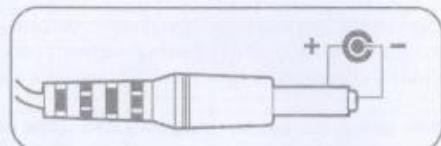

Рисунок 3.4 - Разъем адаптера питания
- Подключите разъем адаптера питания к разъему весов (см. рисунок 3.4).
- Включите дисплей весов нажатием клавиши ①.